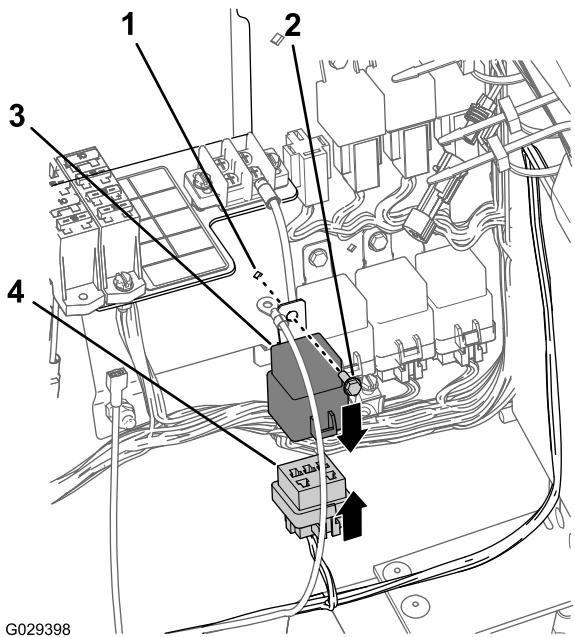

Figura 18
1. Na secção de 197 cm da cablagem do compartimento do motor, alinhe o relé com o conector de 5 tomadas da cablagem do kit de acabamento (Figura 18).
2. Insira os pinos do relé nas tomadas do conector (Figura 18).
3. Alinhe o orifício na patilha de montagem do relé com o orifício no painel de ligações (Figura 18).
4. Prenda o relé ao painel (Figura 18) com o parafuso de cabeça flangeada (n.º 10-24 x 1/2 pol.).